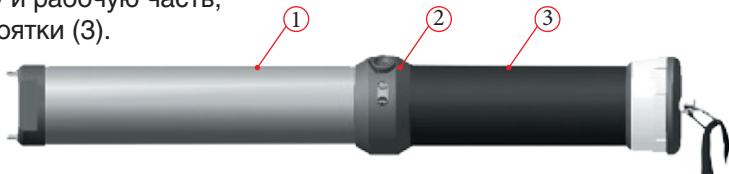

Рис. 1
1.3.1 ЭШУ состоит из (Рис.1):
- ударопрочного корпуса (1), выполненного в виде цилиндрической трубки;
- гарды (2), выполненной в виде кольца, разделяющей корпус ЭШУ на рукоятку и рабочую часть;
- рукоятки (3).